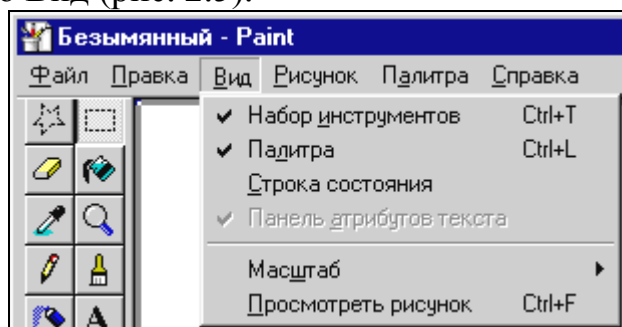

Рис. 2.5. Добавление панели инструментов в окно редактора Paint
10. При отсутствии необходимой панели с инструментами на экране графического редактора ее следует активизировать, пометив галочкой в меню Вид (рис. 2.5).